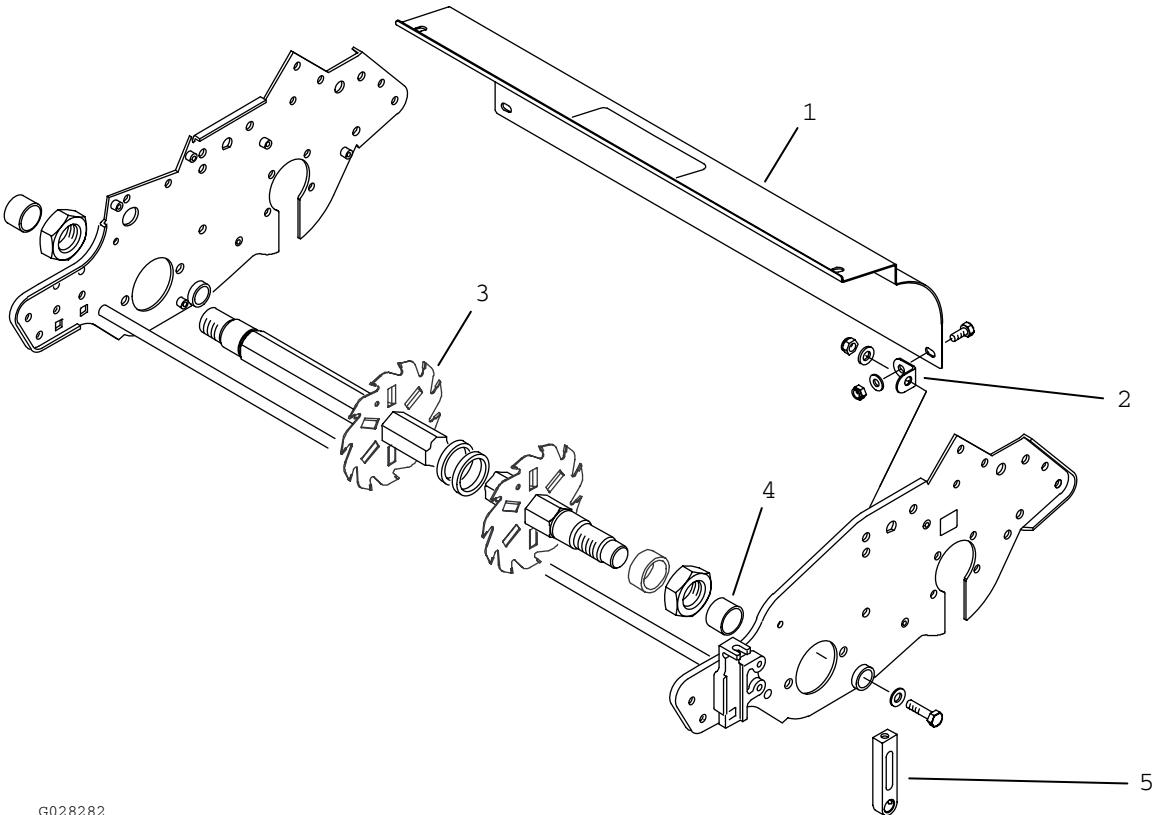

**Figura 2**
- Retire ambos os parafusos, anilhas de bloqueio e cobertura do rolamento da caixa do rolamento esquerdo (Figura 2).
- Utilize uma ponta quadrada com 1/2 pol. no conjunto de polia e transmissão (Figura 1) para retirar o conjunto do eixo da transmissão do cilindro. Retire a porca de bloqueio do rolamento (Figura 2) do eixo da transmissão do cilindro ao mesmo tempo.
- Retire os bocais de lubrificação de ambas as caixas do rolamento (Figura 1 e Figura 2).
- Retire ambas as caixas do rolamento da estrutura e do cilindro (Figura 1 e Figura 2) e retire o cilindro do cortador.
- 4. Prenda a caixa do rolamento da esquerda através da estrutura no eixo do cilindro (Figura 2).
- 6. Enquanto apertar com a porca de bloqueio do rolamento (Figura 2) ao eixo do cilindro, aperte o conjunto de polia e transmissão (Figura 1) ao eixo do cilindro ao mesmo tempo. Aperte o conjunto e a porca com 68 Nm.
- 8. Posicione a cobertura do rolamento na caixa e prenda-a à estrutura com os parafusos e as porcas de bloqueio (Figura 2).
- 11. Instale os bocais de lubrificação em ambas as caixas do rolamento e lubrifique-os com lubrificante à base de lítio para aplicações gerais (Figura 1 e Figura 2).